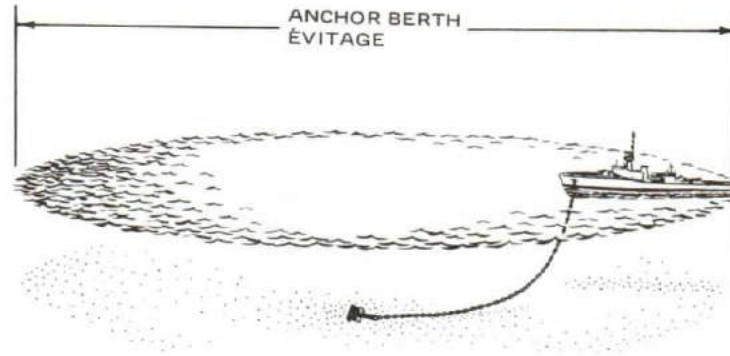

Figure 11-57
2. The first method, letting go single anchor, is the simplest. If the holding ground is good and sufficient cable is veered or paid out, the ship will ride easily to her anchor in bad weather. The disadvantage of this method is that the ship will take up a large amount of sea-room in swinging round her anchor with the wind and tide, as shown in Figure 11-57.
2. Le mouillage sur une seule ancre est la méthode la plus simple. Si la nature du fond permet de mordre correctement et si l'on a laissé filer suffisamment de chaîne, le navire pourra tenir facilement sur son ancre par gros temps. L'inconvénient de cette méthode est que le navire va occuper un large espace sur la mer en évitant sur son ancre sous l'effet du vent et de la marée, comme l'indique la figure 11-57.